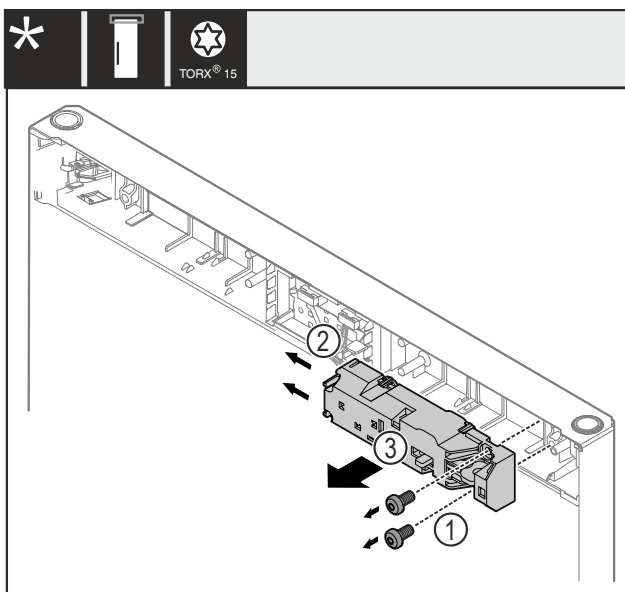

Fig. 20
- ▶ Retire los tornillos Fig. 20 (1).
- ▶ Presione la lengüeta de retención Fig. 20 (2) lateralmente y retire el cierre a distancia Fig. 20 (3).